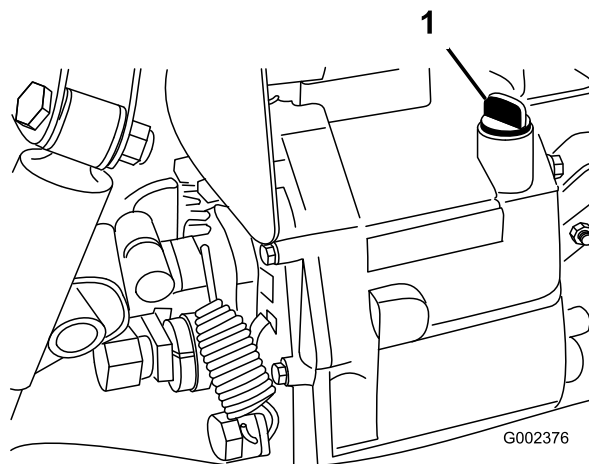

Figura 16
2. Limpie la zona alrededor de la varilla (Figura 16).